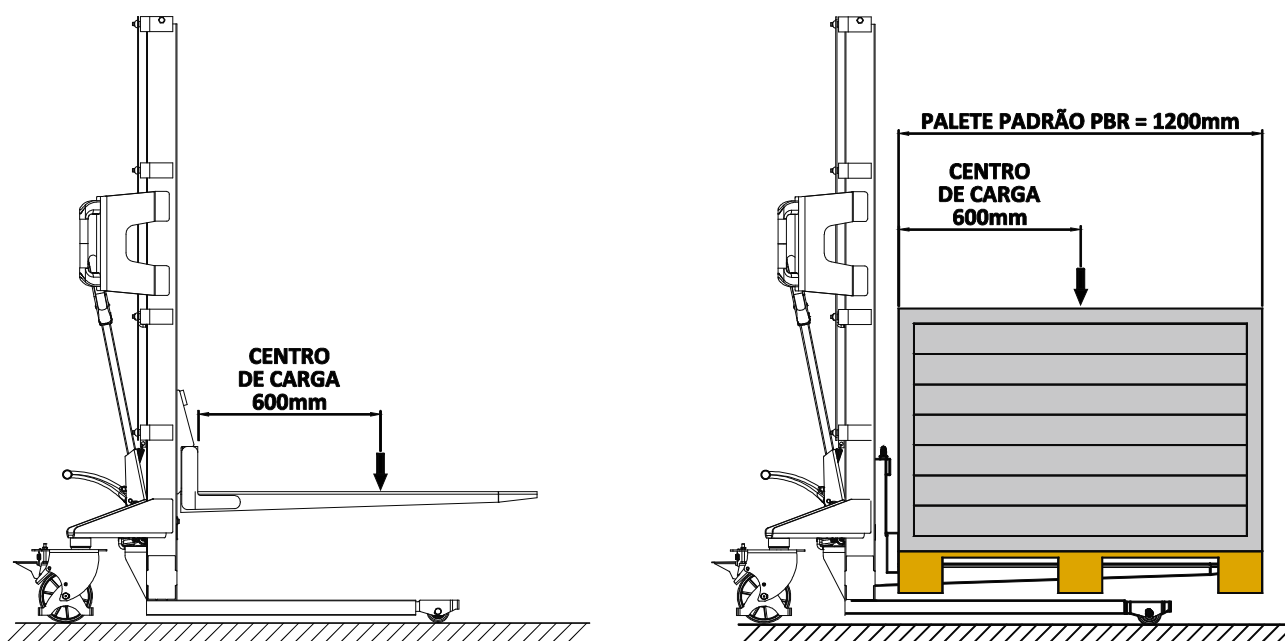

Figura 1 – Centro de carga
3. O palete carregado deve ser disposto na empilhadeira sempre sobre os dois garfos e respeitando o Centro de Carga(Figura 1) do equipamento conforme lamina técnica (Item 6.2).
- 3. El pallet con la carga debe estar dispuesto en el apillador siempre sobre los dos horquillas y respetando el centro de carga(Figura 1) del equipo de acuerdo com la ficha técnica(Artículo 6.2).*